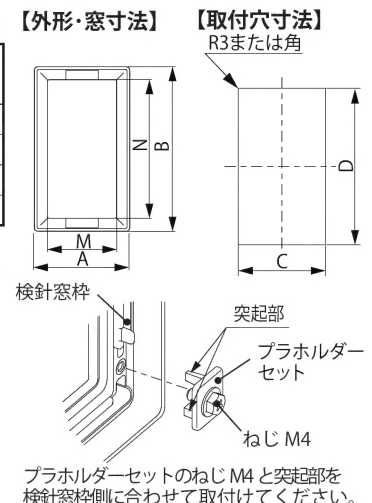

図 2 取付方法
3. 取付穴に検針窓をセットし、ブラホルダーセットで取付けてください。（図 2）